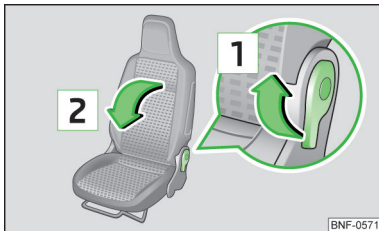

Fig. 49
- Tire de la palanca en el sentido de la flecha **1** » fig. 49.